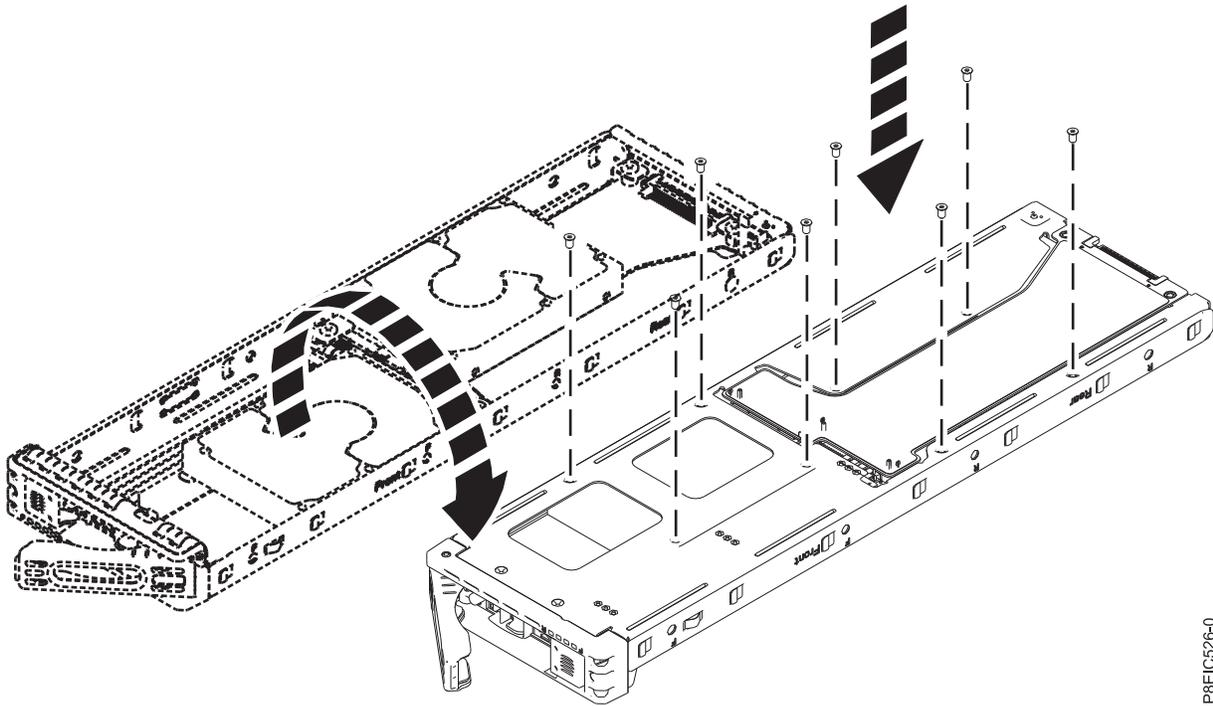

Abbildung 15. Positionen der Schrauben beim 2,5-Zoll-Laufwerk
c. Befestigen Sie das Laufwerk mit vier Schrauben an der Unterseite der Halterung (siehe Abb. 15).